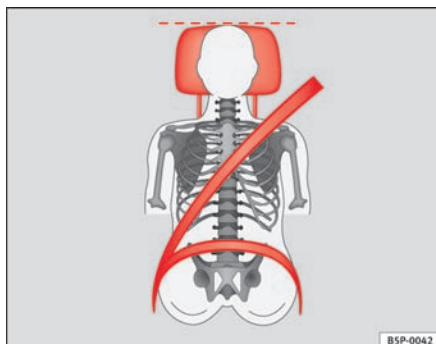
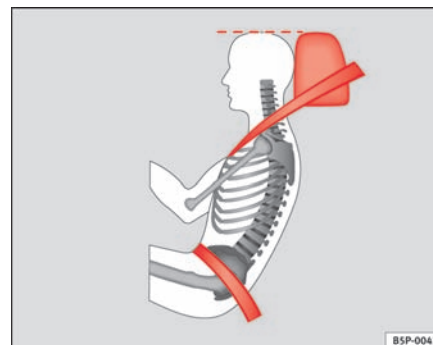

Fig. 64 Set forfra: korrekt indstillet hovedstøtte og korrekt placering af selen
Fig. 65 Set fra siden: korrekt indstillet hovedstøtte og korrekt placering af selen
- Indstil hovedstøtterne således, at hovedstøttens øverste kant er på højde med den øverste del af dit hoved eller mindst i øjenhøjde ⇒ fig. 64 og ⇒ fig. 65.